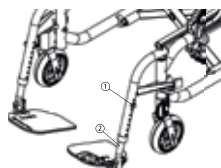

Fig. 24.1
- Retirez les vis des appuie-pieds (1) (Fig. 24.1)